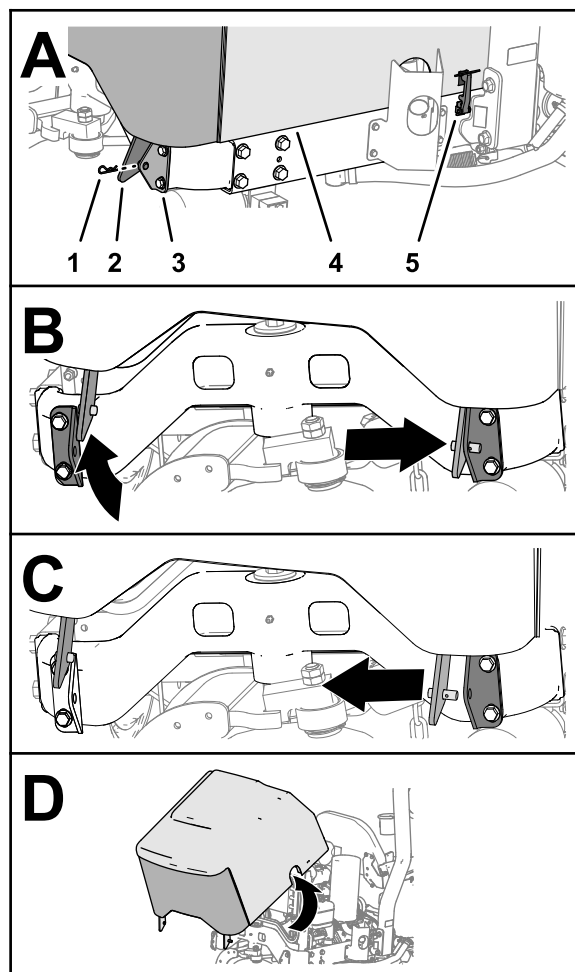

Figura 1
1. Chiudete il cofano, ma senza fissare i blocchi Figura 1
2. Rimuovete la coppiglia dal perno della staffa destra orientabile del cofano (Figura 1).
3. Spostate il cofano a destra, dal relativo supporto sinistro, e sollevate la staffa sinistra orientabile del cofano (Figura 1).
4. Spostate il cofano a sinistra, dal relativo supporto destro, e sollevate la staffa destra orientabile del cofano (Figura 1).
5. Rimuovete il cofano dalla macchina (Figura 1).